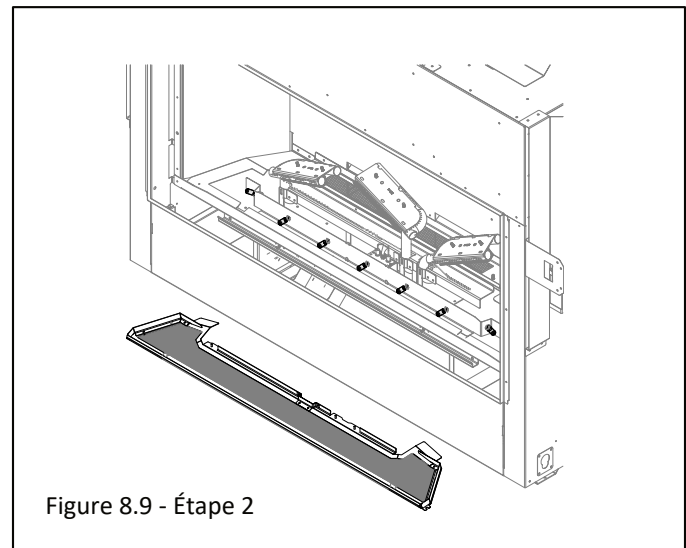

Figure 8.9 - Étape 2
2. Retirez l'écran pare-étincelles, le couvercle d'accès aux composants, et le cadre vitré (si installés). Retirez le plateau à braises à l'avant (2 vis). Figure 8.9.